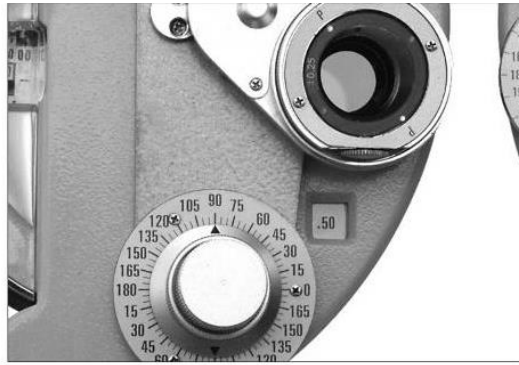

Fig.33
(1) Imposta lente cilindrica incrociata ⑳ davanti all'occhio destro di Testee e, ruotando la manopola di rotazione ⑑ assialmente, per allinearla con la direzione assiale della lente cilindrica (vedi Fig.33).